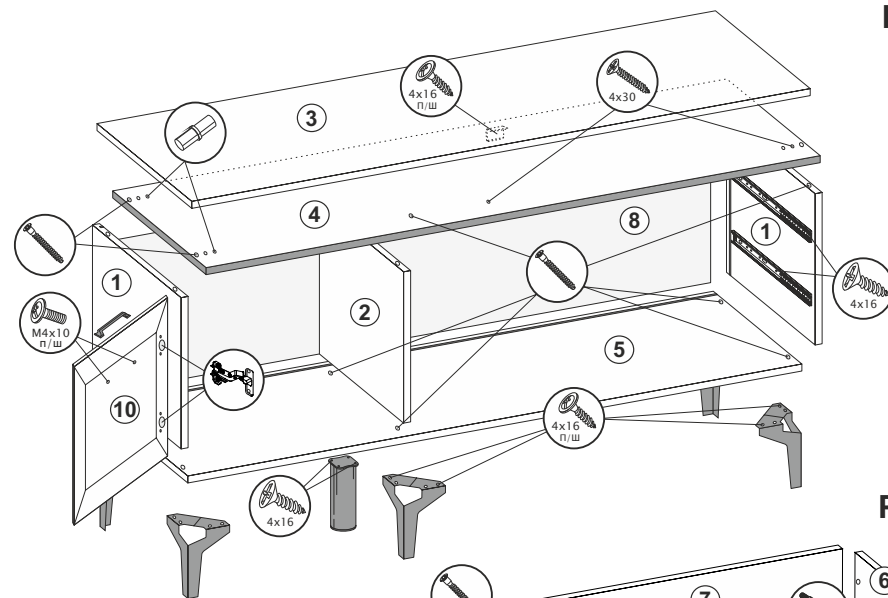

Рис.2
10. Соединить детали ящика (6,7) еврошурупами. Замерить диагонали получившихся ящиков и прибить ХДФ (9) гвоздями 2x20 (рис.2).
11. К створкам (11) прикрутить ручки винтами М4x10 П/Ш.
Установить створки (11) на собранные ящики с помощью эксцентриков (рис.2).
12. Прикрутить ответные части направляющих по центру деталей ящика (6) шурупами 4x16 (рис.2).